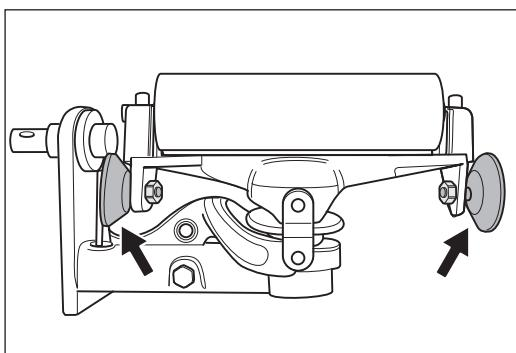

Abb. 37 Die Leitrollen müssen leicht drehbar sein! Feststehende Leitrollen müssen ersetzt werden!
- **Die beiden Leitrollen am Aggregatoberteil müssen leicht drehbar sein (Abb. 37)! Ansonsten müssen sie unbedingt durch neue ersetzt werden (Artikel-Nr. in Abschnitt 11, Ersatzteile)!**